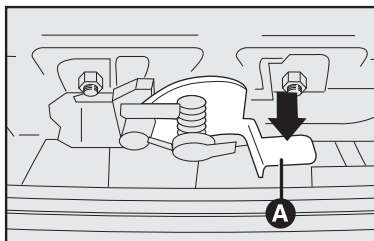

fig. 106
- 2) Puxar a trava no sentido da seta **A**-fig. 106.